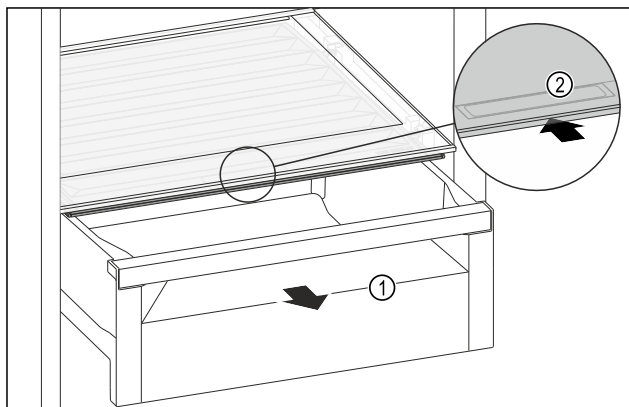

Fig. 106
- Estrarre il cassetto Fig. 106 (1).
- Afferrare la maniglia incassata Fig. 106 (2) sul coperchio dello scomparto e spingere allo stesso tempo all'indietro il coperchio dello scomparto.